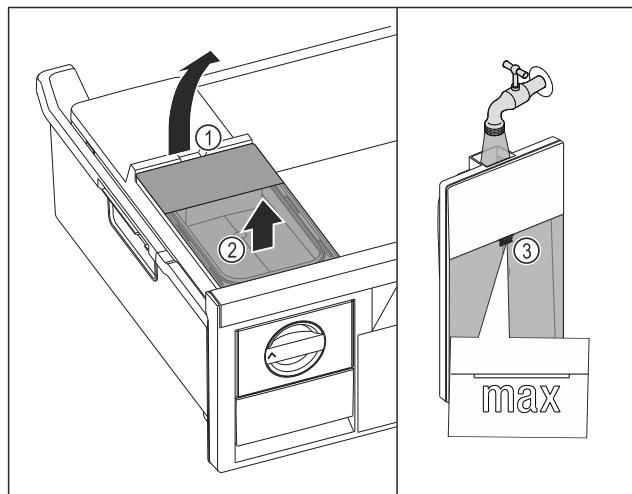

Fig. 75
- Podignite spremnik za vodu na otvoru Fig. 75 (1).
- Izvadite spremnik za vodu prema gore. Fig. 75 (2)
- Spremnik za vodu napunite pitkom vodom do oznake Fig. 75 (3).